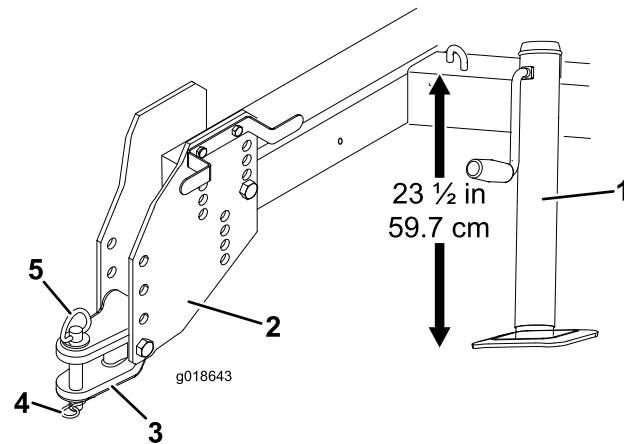

Figura 3
- Ajuste el gato, de modo que la distancia desde la parte superior del chasis al suelo sea de 59,7 cm (Figura 3).
- Retire los pernos y las contratuerzas que fijan la barra de tracción a las placas de enganche (Figura 3).
6. Fije la barra de tracción al enganche de la unidad de tracción con el pasador de enganche y el pasador de seguridad (Figura 3).